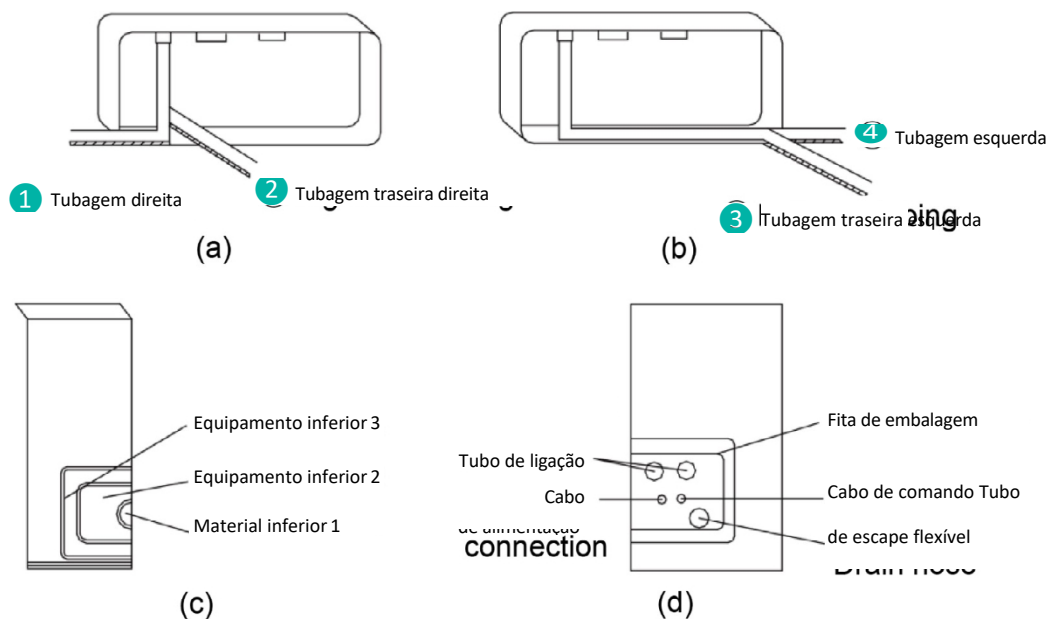

Fig. 5.6
- 1 Ao instalar a tubagem e a cablagem no lado esquerdo ou direito da unidade interior, é necessário cortar as aberturas do tubo à esquerda no suporte da unidade. (Ver Fig. 5.6)
- 2 Passe a tubagem e o cabo pelo orifício da tubagem depois de os ter fixado (ver Fig. 5.6 (d)).